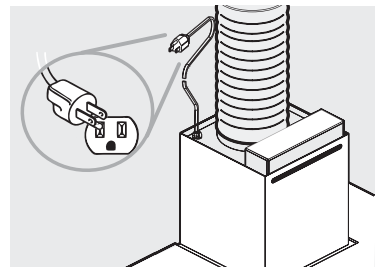

Figura 19.
- Conecte el cordón de alimentación al contacto de pared de su instalación eléctrica. (Ver Figura 19).